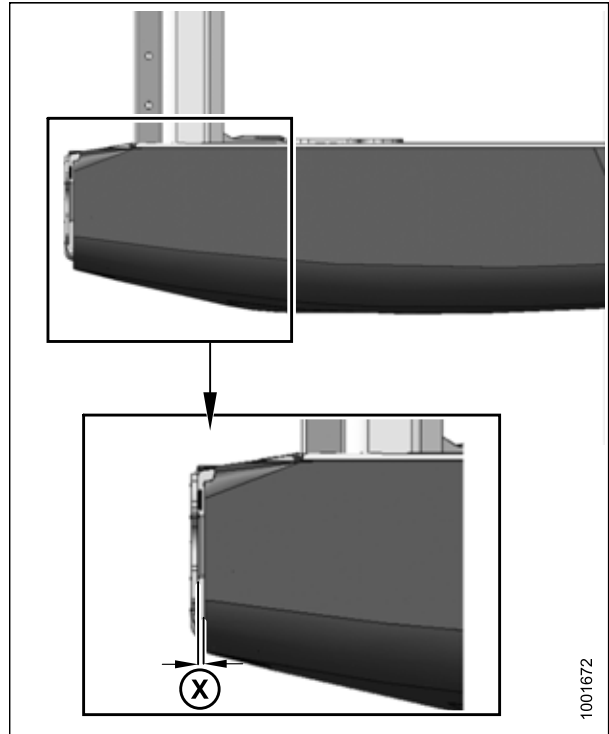

图 3.16: 左侧端盖
- 使用 19 mm (3/4 in.) 套筒扳手从端架内部旋松卡销 (B) 上的螺母 (A)。
- 盖上端盖并调整其位置以在端盖前端和割台架之间达到间隙 (X) (如图 3.16，页码 36 中所示)。
- 打开端盖并拧紧螺母 (A)。
- 旋松定位销 (C) 上的螺栓，并根据需要调整定位销以重新放置端盖。确保端盖顶部和割台架之间紧密贴合，且端盖完全接合在销子 (B) 上。
- 拧紧定位销 (C) 上的螺栓。